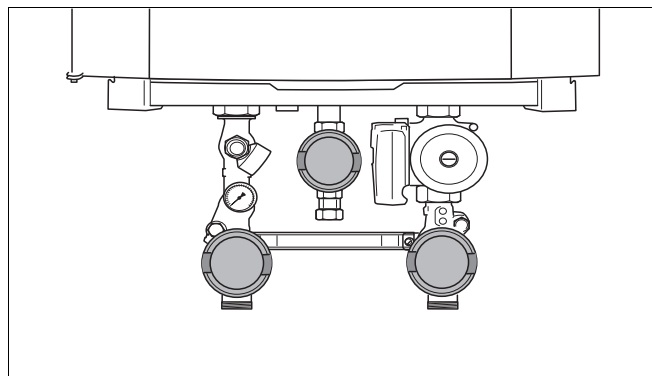

Bild 104 Stänga kranarna (här: position "stängd")
- Stäng gaskranen (bild 104).
- Stäng underhållskranarna (bild 104).